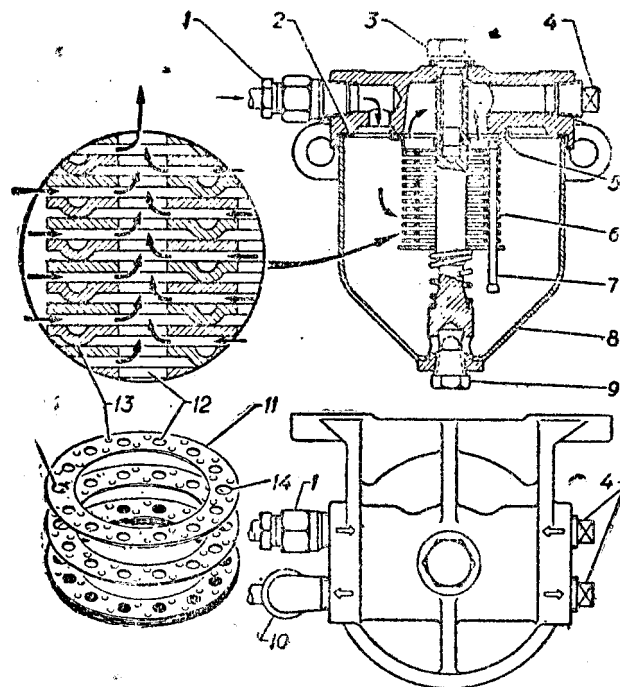

Рис. 14. Бензиновый фильтр-отстойник.
**Бензиновый отстойник** (рис. 14) укреплен к левому лонжерону рамы сзади кабины. Фильтрующий элемент отстойника состоит из большого числа латунных пластин 11 толщиной 0,14 мм. Пластины 11 имеют выступы 13 высотой 0,05 мм, поэтому между пластинами остается щель шириной в 0,05 мм, и в отверстия 12 проходит только чистый бензин, а частицы песка и грязи задерживаются.